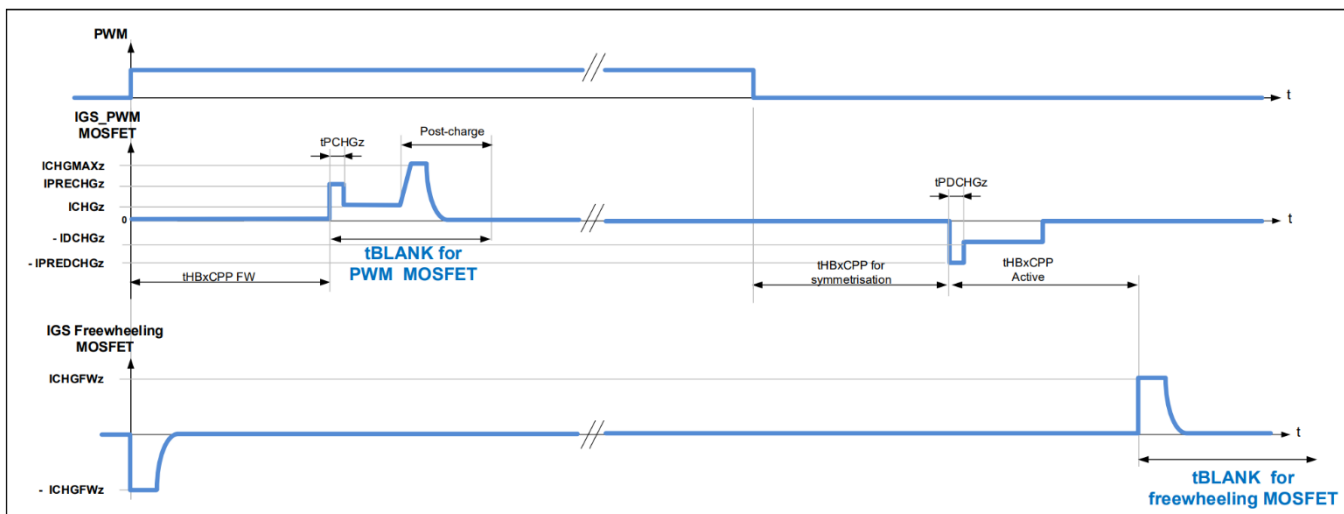

图 33 PWM模式中半桥的空白时间，禁用发电机模式检测 ($EN_GEN_CHECK = 0$)
- PWM MOSFET的消隐时间从 FW MOSFET的交叉电流保护时间 ($t_{HBxCCP\ FW}$) 结束时开始。参见图 33。
- PWM MOSFET关闭 ($t_{HBxCCP\ Active}$) 时，交叉电流保护时间结束后，FW MOSFET的消隐时间开始。参见图 33。